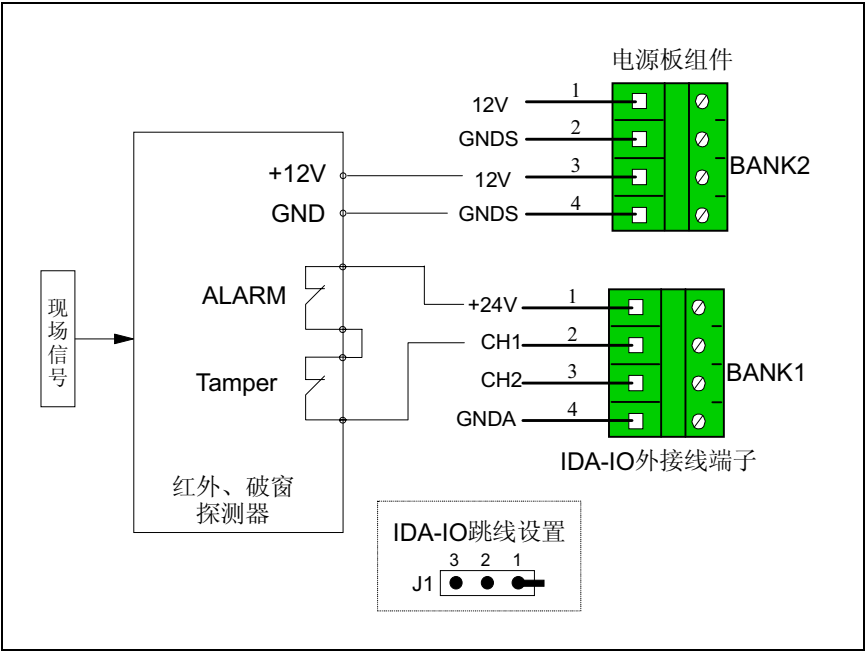

图9-12 红外、破窗传感器的接线示意图
7. 外接红外、破窗传感器时，具体接线方法如图9-12所示。同时此通道设为直流电压量，低电平可保持10S（30S、60S、90S、2分钟等可选）。一般当有红外、破窗告警时，测量值小于1V；无告警时，测量值大于10V。建议将阈值设为6V。